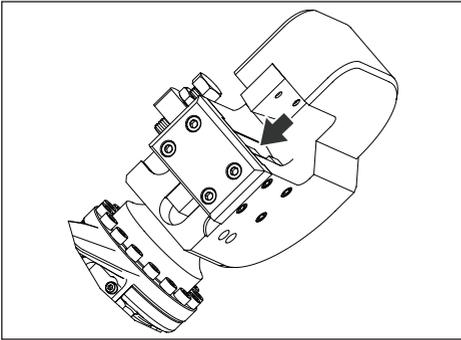

Abbildung 4, Kolben und Messer vollständig eingefahren (Ausgangsposition)
- Wenn der Kolben vollständig ausgefahren ist, ändert dieser automatisch die Richtung und bewegt sich in die vollständig eingefahrene Ausgangsposition. Siehe Abbildung 4.
Stellen Sie vor dem Positionieren von Material zwischen dem Schneidkopf stets sicher, dass sich der Kolben und das bewegliche Messer in der „Ausgangsposition“ (vollständig zurückgezogen) befinden. Siehe Abbildung 4.
2. Stellen Sie sicher, dass sich der Kolben in der „Ausgangsposition“ (vollständig zurückgezogen) befindet. Siehe Abbildung 4.